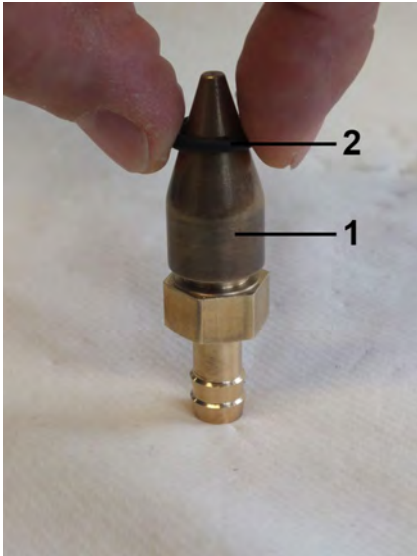
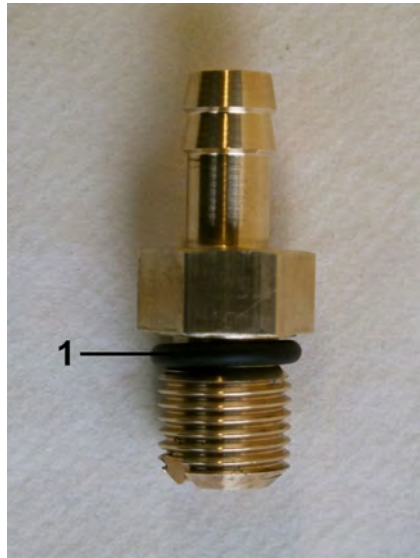

Abb. 24: O-Ring (Dichtung)
Abb. 25: Position des O-Rings
1. ➔ O-Ring (Abb. 24/2) mit Hilfe des O-Ring Montagewerkzeuges (Abb. 24/1) auf die Verschraubung (Ausgang) aufziehen, so dass dieser im O-Ringsitz der Verschraubung sitzt (Abb. 25). Dabei darauf achten, dass der O-Ring nicht überdehnt wird
2. ➔ Position des O-Rings auf der Verschraubung (Ausgang) (Abb. 25/1)